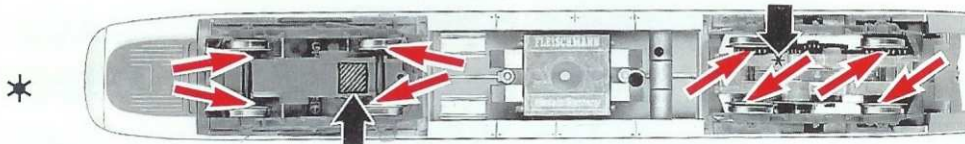

Fig. 5
* Dieser Stern bezeichnet nach Norm **NEM 621** die masseführende "gemeinsame Seite" der Lok (Fig. 5).
An der markierten Stelle kann der **Schaltmagnet 9426** eingebaut werden (Fig. 5).
* This star indicates the "common side" of the loco conforming to the standard NEM 621 (fig. 5).
The indicated point can be used for locating the switching magnet 9426 (fig. 5).
* Cette étoile désigne, d'après la norme NEM 621, le "côté commun" de la version la plus courante de la loco (fig. 5).
L'aimant permanent 9426 peut être monté à l'endroit indiqué (fig. 5).